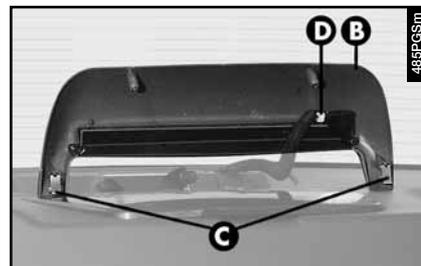

fig. 64
– Dévisser les deux vis fixant le groupe optique (**B-fig. 64**) et l'enlever en dégageant les deux agrafes (**C**).
– Débrancher le connecteur (**D-fig. 64**) du groupe optique.
– Rebrancher le connecteur (**D-fig. 64**).
– Remettre correctement le groupe en plaçant d'abord les deux agrafes (**C-fig. 64**) et en vissant ensuite les vis de fixation.